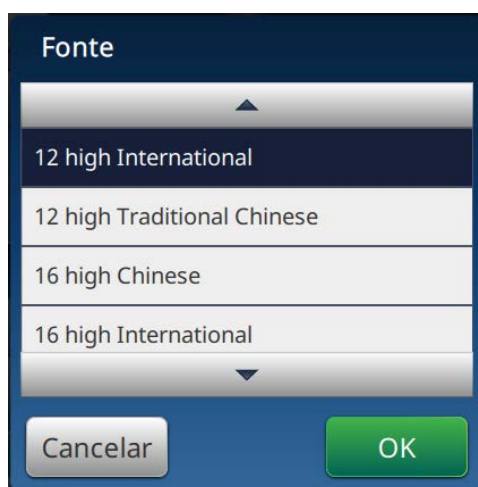

Figura 5-22: Tela Entrada de tamanho da fonte
8. Toque o botão *Fonte* e selecione "12 Alto internacional" na lista suspensa, como mostra a Figura 5-22. Toque o botão .